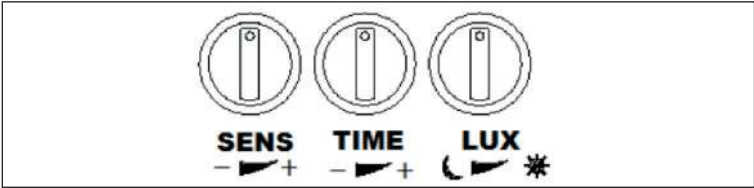

Fig. 6: Motion sensor settings
- Skjut de delar av M16-kabelgenomföringen som visas i fig. 6 över anslutningskabeln.
- Skjut in kabeländarna i motsvarande anslutningar i M16-kabelgenomföringen så att LED-belysningens anslutningar (N, L, skyddsjord/GND ☎) är anslutna till motsvarande kabel-färg i nätanslutningen (N = blå, L = brun, GND ☎ = grön-gul). Skruva fast nätkablarna med en skruvmejsel enligt bild 6.
5.3 Inställningar (fig. 6)
- Přes připojovací kabel nasadte části kabelové průchodky M16 znázorněné na fig. 6.
- Zasuňte konce kabelu do příslušných konektorů konektoru kabelové vývodky M16 tak, aby se přípojky venkovního LED reflektoru (N, L, ochranné uzemnění/GND ) spojily s odpovídající barvou kabelu síťové přípojky (N = modrá, L = hnědá, GND ) = zelenožlutá). Síťové kabely pevně zašroubujte šroubovákem podle fig. 6.